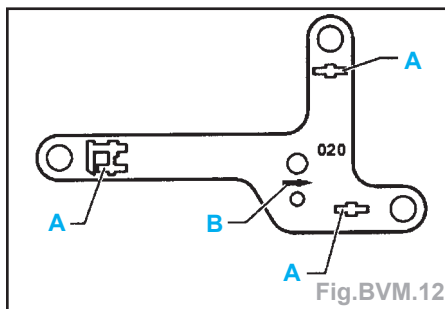

Fig.BVM.12
- Visser les éléments de fixation (A) comme représenté sur la plaque d'ajustage (Fig.BVM.12).
- Placer le lève-boîte sous le véhicule. La flèche (B) (Fig.BVM.12) sur la plaque